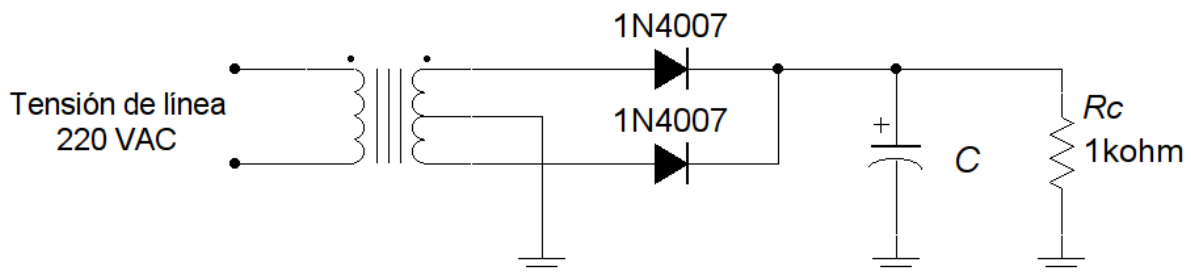

Figura 7: Rectificador de onda completa con filtro a capacitor.
- Para filtrar la señal de salida del circuito rectificador de onda completa armado en el punto anterior, conecte en paralelo a la resistencia de carga un capacitor electrolítico de $C = 100\mu\text{F}$ como muestra la Figura 7. Para evitar daños tenga presente que esta clase de capacitores posee polaridad.